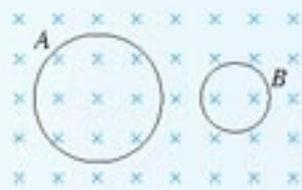

图 4.4-7 两线圈中感应电动势之比、感应电流之比各是多少?
6. 如图 4.4-7 所示, A 、 B 两个闭合线圈用同样的导线制成, 匝数均为 10 匝, 半径 $R_A = 2R_B$, 图示区域内有匀强磁场, 且磁感应强度随时间均匀减小。